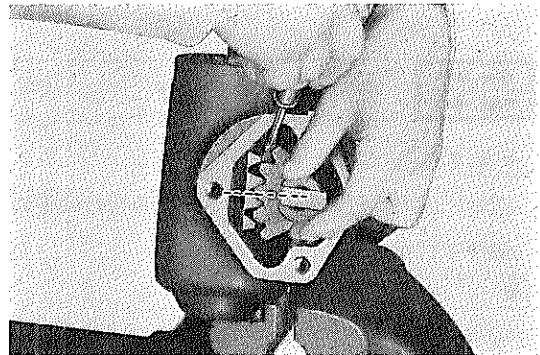

図6-5-10 セクタ シャフト組み付け C5901
②セクタ シャフトのプレロード調整はウオーム シャフト組み付け調整後、下記要領で行なう。
1. ピットマン アームを取り付けセクタ シャフトの回転中心（ギヤのかみ合い中央位置）を出す。（図6-5-10参照）